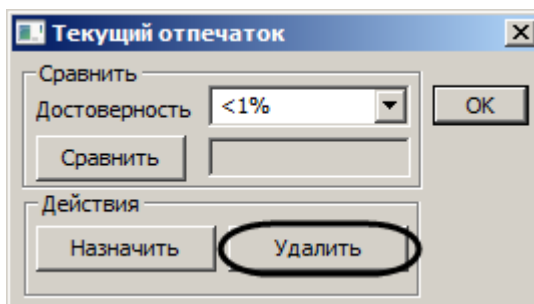

Рис. 3.12—2 Удаление отпечатка пользователя
5. Нажать на кнопку **Удалить** (см. Рис. 3.12—2).